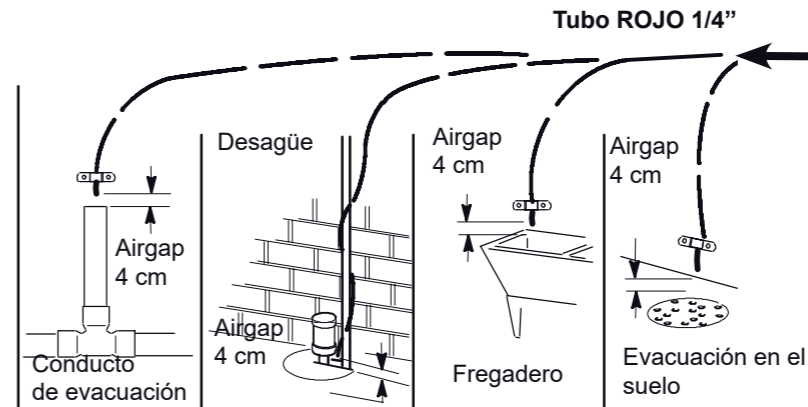

FIG. 9
**INSTALAR UN PUNTO DE EVACUACIÓN A DISTANCIA Y UN AIRGAP (RUPTURA DE CARGA)** Dirigir el tubo de evacuación hacia un punto de evacuación existente. Una evacuación en el suelo, un fregadero de lavadero, un conducto de evacuación, etc. son puntos de evacuación indicados. Cf Fig. 9.
4. Dirigir el tubo hacia el punto de evacuación y securizar su instalación con ayuda de una abrazadera de apriete (no incluida), Cf Fig. 9. dejar un espacio de 4 cm entre el extremo del tubo y la evacuación. Cf Fig. 9.